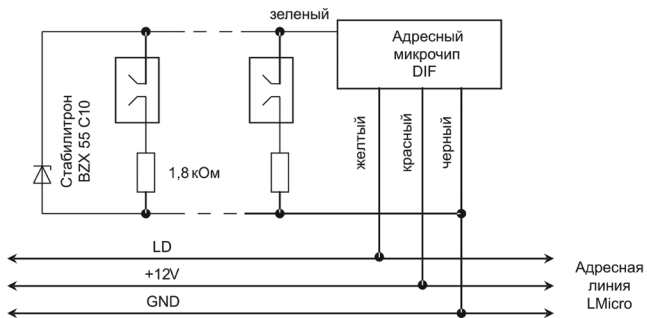

Рисунок 3. Схема подключения охранных извещателей с нормально разомкнутыми контактами
- В случае использования извещателей с нормально разомкнутыми контактами используйте оконечный стабилитрон ВZХ55С10 или аналогичный. Для каждого извещателя - дополнительный резистор С2-33Н-0,25-1,8 кОм+5% или его аналог (Рисунок 3).